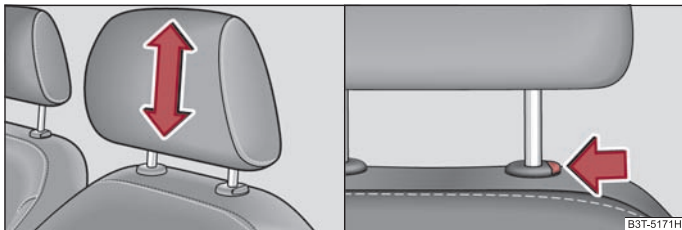

Abb. 71 Kopfstütze: Einstellen / Herausziehen
- Fassen Sie die Kopfstütze seitlich mit beiden Händen an und schieben Sie sie je nach Wunsch nach oben ⇒ Abb. 71 - links.
- Möchten Sie die Kopfstütze nach unten verschieben, drücken und halten Sie die Sicherungstaste mit einer Hand gedrückt ⇒ Abb. 71 - rechts und mit der anderen Hand drücken Sie die Kopfstütze nach unten.
- Drücken Sie die Sicherungstaste in Pfeilrichtung ⇒ Abb. 71 - rechts und ziehen Sie die Kopfstütze heraus.